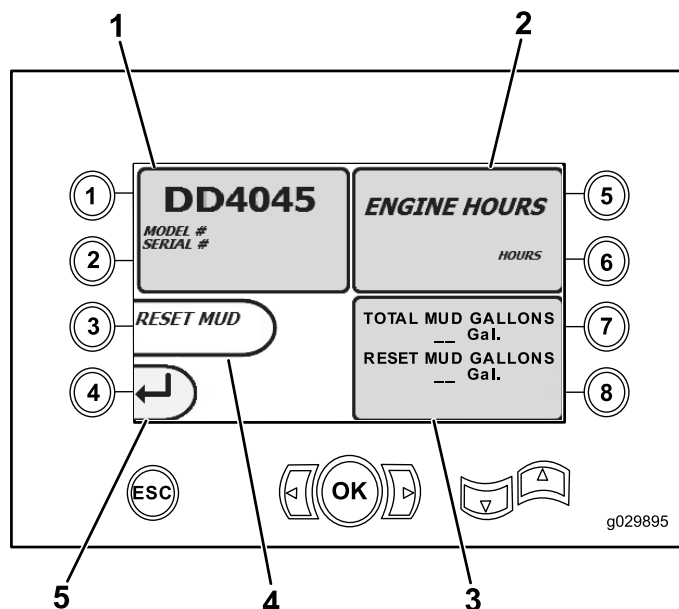

Bild 10
- Taste 1: Bildschirm „Maschineninformationen“ \(Seite 6\) Wie in Bild 10 abgebildet
- Maschinenmodell und Seriennummer (Bild 10).
- Anzahl Betriebsstunden der Maschine (Bild 10).
- Menge der verwendeten Bohrflüssigkeit und zurückgesetzte Menge verwendeter Bohrflüssigkeit (Spülschlamm) (Bild 10).
Hinweis: Drücken Sie Taste 3, um die Bohrflüssigkeitsmenge in Gallonen seit dem letzten Zurücksetzen zurückzusetzen (Bild 10).